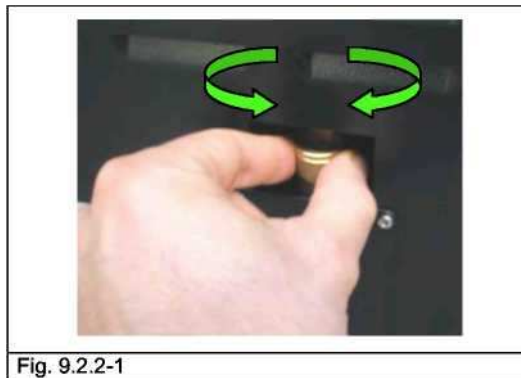

Fig. 9.2.2-1
2. Поворачивайте пробку (Fig. 9.2.2-1) на клапане против часовой стрелки, пока она не снимется.